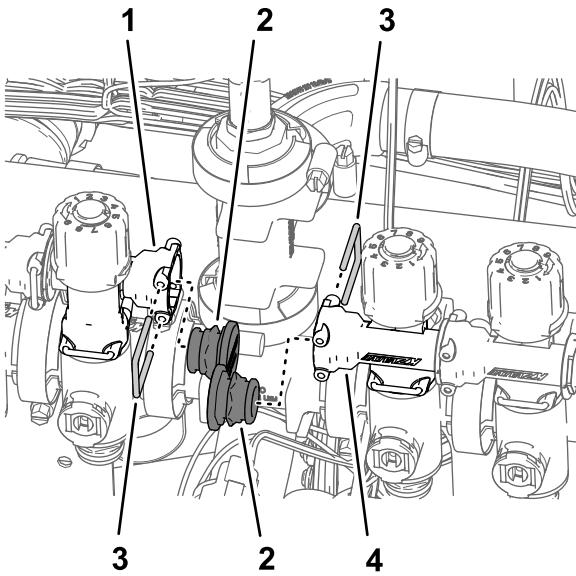

Bild 99
3. Entfernen Sie die Halter, mit denen die Stöpsel in der Buchse des Schnelltrennanschlussstücks am Düsenventil 5 und Düsenventil 6 befestigt sind, und entfernen Sie die Stöpsel (Bild 99).